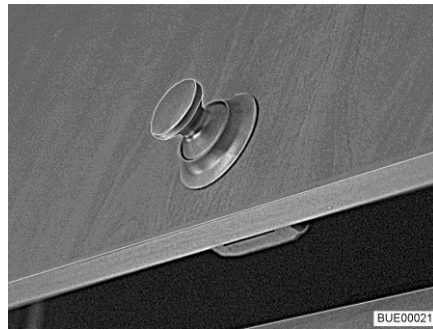
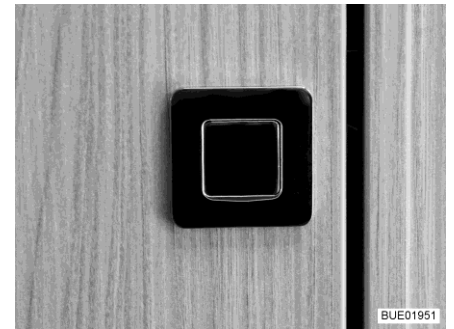

Fig. 50 Porte de placard avec bouton-poussoir (rond)
Fig. 51 Porte de placard avec bouton-poussoir (rectangulaire)
- Appuyer sur la partie intérieure de la serrure. Le bouton-poussoir (Fig. 50 ou Fig. 51) ressort.